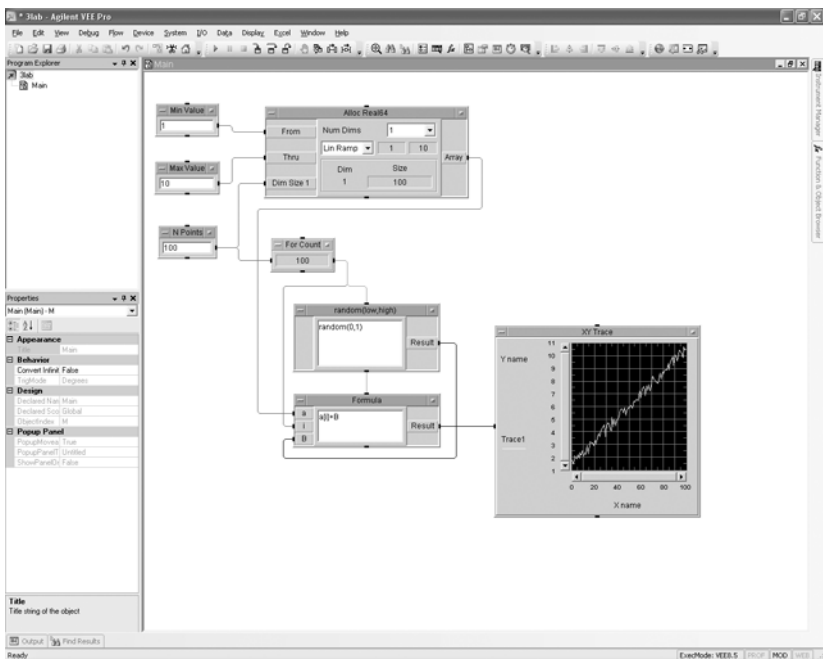

Рис. 3.7
3. Создать формулу для извлечения i -го элемента массива ($a[i]$) и разместить ее ниже генератора случайных чисел. В этой формуле добавить входной терминал (B) и дополнить формулу сложением с B: « $a[i]+B$ ». Затем к терминалу «a» подключить массив Real64, к терминалу «B» - выходной терминал генератора случайных чисел, к терминалу i – выходной терминал цикла For Count. Включить полученную формулу в цикл For Count, подключив ее входной терминал запуска к выходному терминалу запуска генератора.
4. Создать объект отображения сигнала XYTrace и подключить к нему выходной терминал нашей формулы. Скомпоновать объекты в программе аналогично рис. 3.7 и запустить программу. Удостовериться, что все собрано правильно и работает без ошибок, при возникновении ошибок проверить написание этой части программы и исправить ошибки.